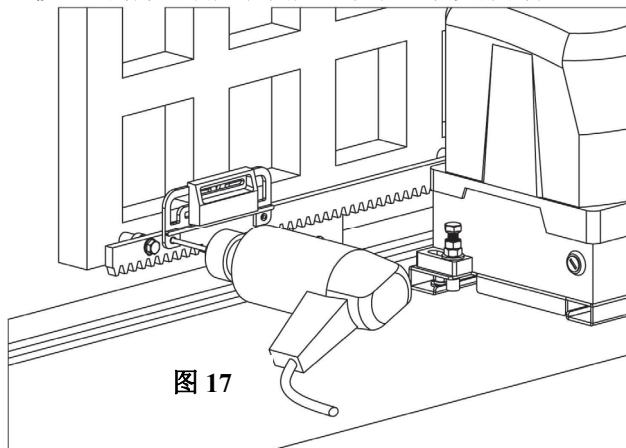

图 17
- 将限位磁铁装到磁铁支架中间并架在齿条上，向开门方向移动磁铁及支架，观察控制板上L5指示灯，直到L5指示灯熄灭，在该位置按图17给齿条钻两孔用以固定磁铁支架。
- 将限位磁铁装到磁铁支架中间并架在齿条上，向关门方向移动磁铁及支架，观察控制板上L6指示灯，直到L6指示灯熄灭，在该位置按图17给齿条钻两孔用以固定磁铁支架。